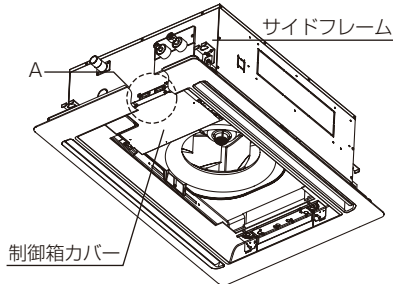

図6-1
- 1) 本体ユニットの制御箱カバーを外してください。(図6-1)